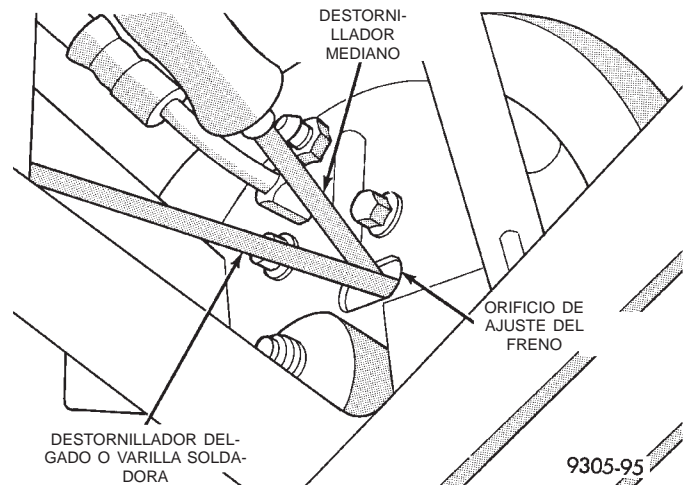

Fig. 187 Ajuste del tambor de freno con la herramienta C-3784
(4) Inserte el Ajustador de frenos, Herramienta especial C-3784, (Fig. 187) o un equivalente, a través del orificio de ajuste en la placa de apoyo y contra la rueda estrellada del tornillo de ajuste. Mueva el mango de la herramienta hacia abajo hasta que se sienta una leve resistencia cuando se hace girar la rueda de carretera.
(5) Inserte un destornillador delgado o una parte de una varilla soldadora en el orificio de ajuste del freno (Fig. 187). Presione la palanca de ajuste para desacoplarla de la rueda estrellada. **Debe tenerse cuidado de no doblar la palanca de ajuste o deformar el muelle de la palanca.** Mientras mantiene la palanca de ajuste desacoplada de la rueda estrellada, tire de la rueda estrellada hacia atrás para asegurar que la rueda gire libremente, sin roce de la zapata de freno.